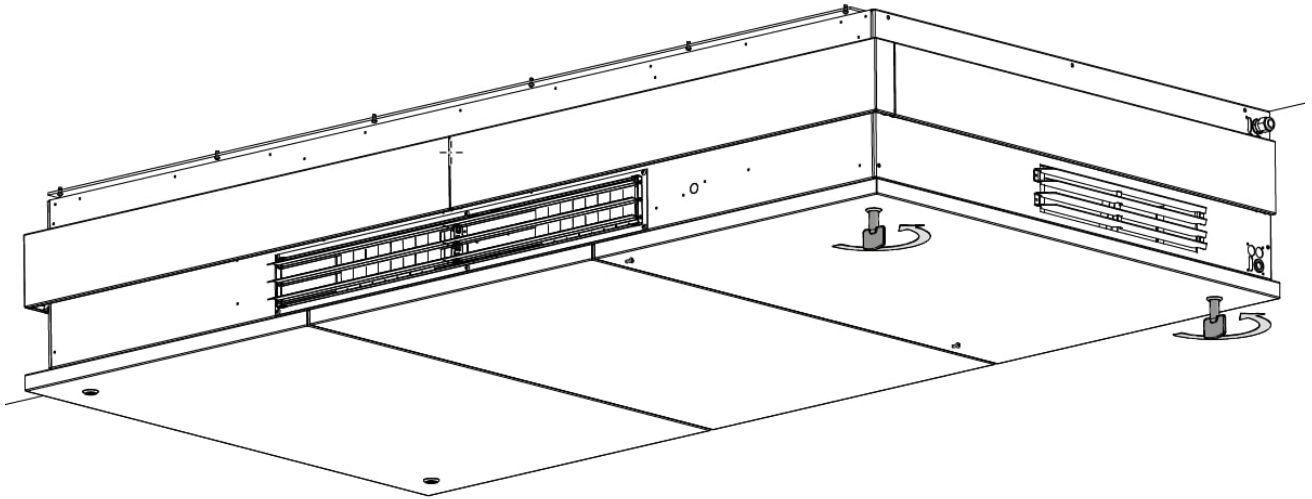

Figur 55: Lås vänster bottenplåt
4. Lås bottenplåten med den medföljande nyckeln, se Figur 55.